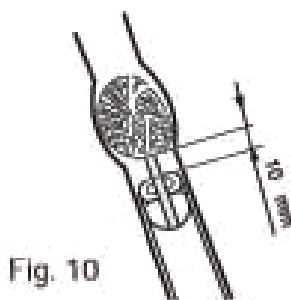

Fig. 10
*Para evitar avaria para a ponta do endoscópio (4) causada pelas ondas de choque eletro hidráulicas, assegurar que durante a ativação a sonda EHL tem uma distância segura de, pelo menos, 10 mm da extremidade distal da bainha (Fig. 10).*